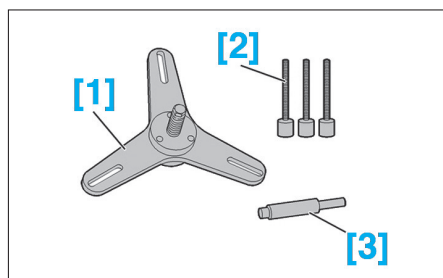

Fig. 1
- [1]. Compresseur du mécanisme d'embrayage (0217-A) (Fig.1).